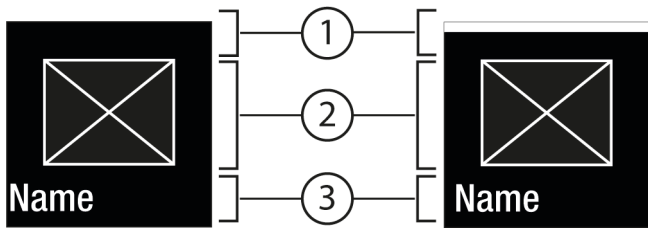
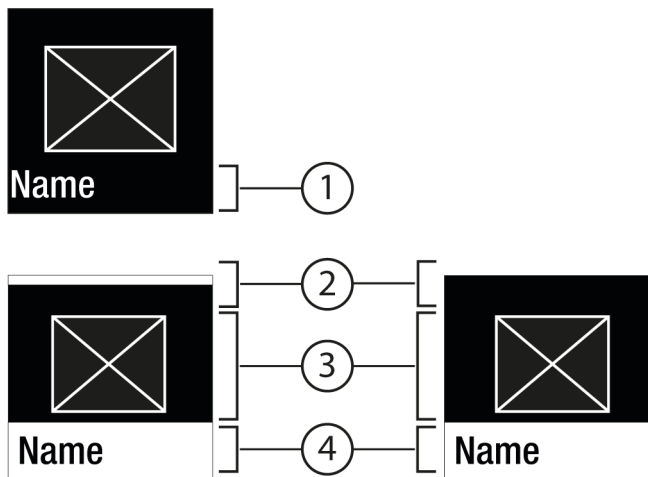

Fig. 6
Fig. 7
- Con Conferma Fig. 5 (2) richiamare il sottomenu Fig. 7 (4).
- Impostare un valore nuovo: Con Conferma Fig. 5 (2) selezionare un valore disattivato Fig. 6 (1).
- Ritorno al menu: Con Conferma Fig. 5 (2) selezionare un valore già attivato Fig. 6 (2).
▷ Stato: attivato Fig. 6 (1) è visualizzato brevemente nel sottomenu Fig. 7 (4).